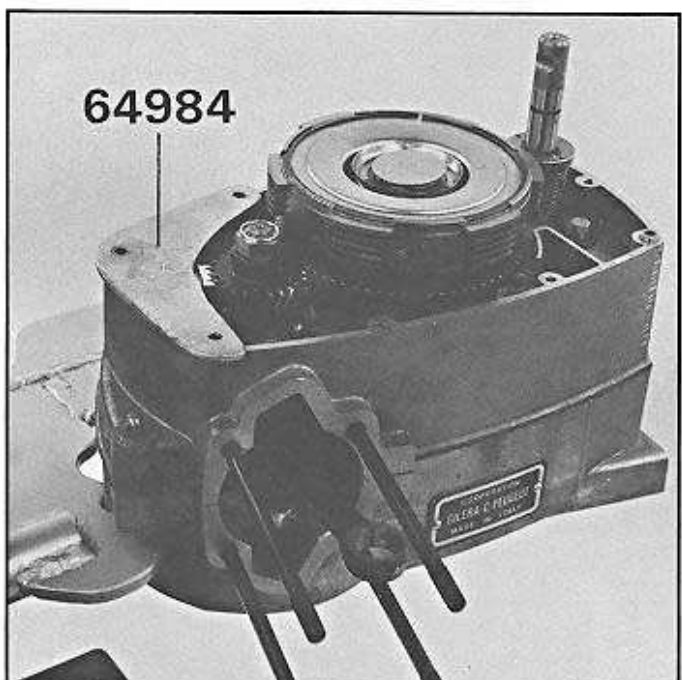

Fig. 39
- Rabattre le frein d'écrou, puis dévisser l'écrou (clé à pipe de 17) (fig. 39).